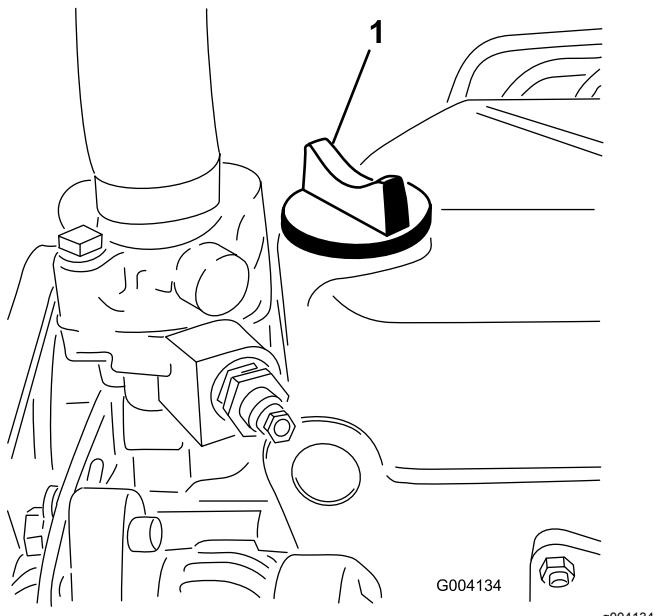

Bild 44
- Wenn der Ölstand unter der Voll-Markierung liegt, nehmen Sie den Fülldeckel ab (Bild 44) und gießen Sie genug Öl ein, um den Ölstand bis zur Voll-Markierung anzuheben. **Füllen Sie nicht zu viel ein.**